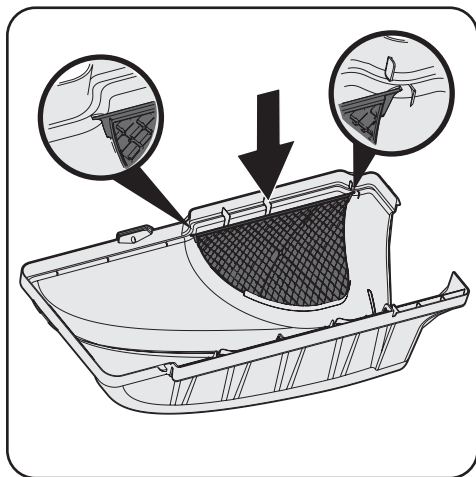

Figura 4-19
7. Coloque los tres conjuntos de bolsas en las ménsulas de soporte de bolsa insertando primero el borde delantero (1), y luego ajustando el borde posterior hacia abajo hasta que calce en el conjunto (2) como se muestra en la Figura 4-19.